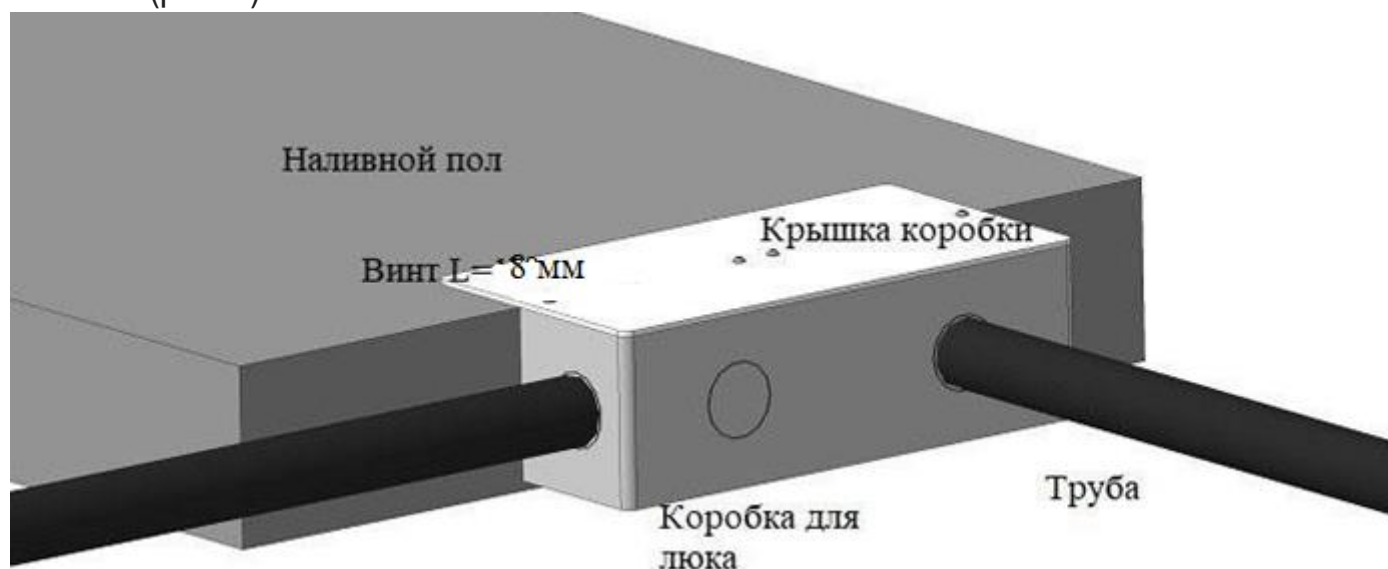

Рис. 4
2. В коробке удалить защитные вкладки в перфорированных отверстиях и завести предварительно проложенные на полу трубы с кабелем в коробку (рис. 4).